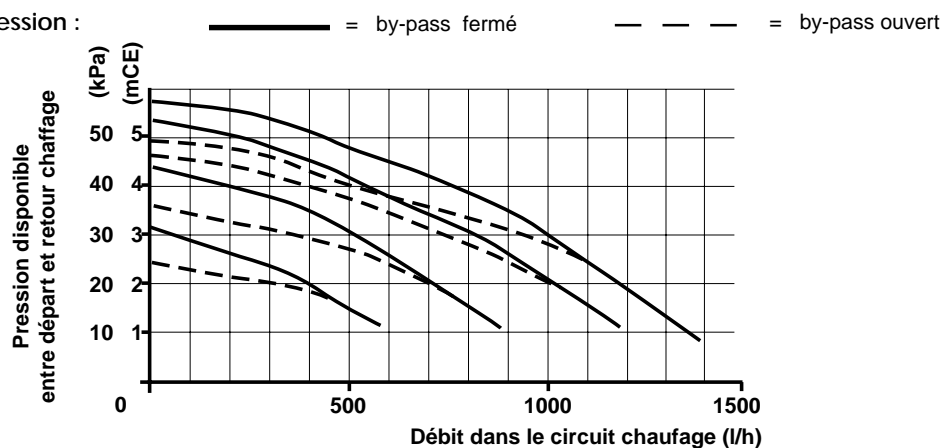

Fig. 5
- Les sections des canalisations seront déterminées selon les méthodes habituelles en utilisant la courbe débit / pression (fig. 5). Le réseau de distribution sera calculé selon le débit correspondant à la puissance réellement nécessaire, sans tenir compte de la puissance maximale que peut fournir la chaudière. Il est toutefois recommandé de prévoir un débit suffisant pour que l'écart de température entre départ et retour soit inférieur ou égal à 20 °C. Le débit minimal est de 420 l/h.